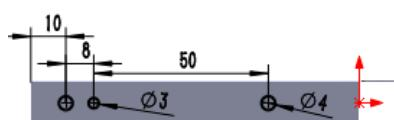

图 12.6.9 横断面草图
- ② 定义横断面草图。在草图环境中绘制图 12.6.9 所示的横断面草图。
- (3) 定义切除深度属性。在“切除一拉伸”对话框 **方向 1** 区域的 下拉列表中选择 **给定深度** 选项，选中 **与厚度相等(L)** 复选框与 **正交切除(N)** 复选框。其他选择默认设置值。
- (4) 单击 \checkmark 按钮，完成切除一拉伸 1 的创建。